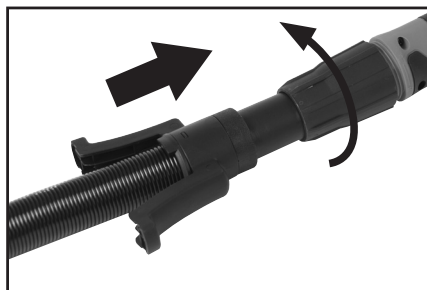

Fig. 7
- Insérez le tuyau d'aspiration flexible entièrement dans l'extrémité du tube d'extension et serrez l'écrou à douille pour le fixer. (Fig. 7)